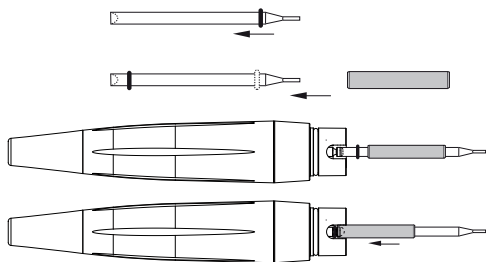

Fig. 6 Mantenimiento de la pieza de mano
- Reemplace el anillo obturador si está dañado o desgastado (pero, como mínimo, una vez al año). El anillo obturador se encuentra en la parte trasera. Utilice la herramienta negra de ajuste para hacer el reemplazo. (ver Fig. 6).